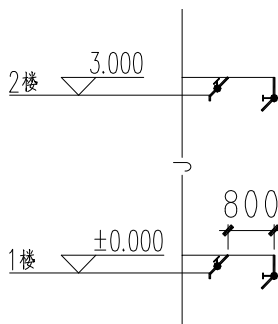

图 3-50 打开管线延长素材
① 按 Ctrl+O 组合键，打开配套光盘提供的“第 3 章/3.3.6 管线延长.dwg”素材文件，结果如图 3-50 所示。